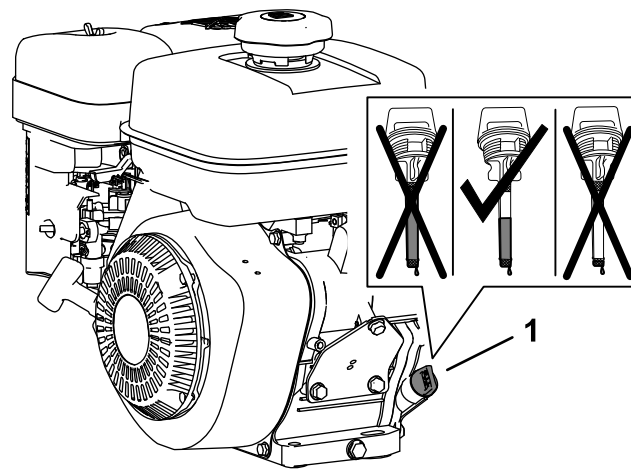

Figura 16
1. Retire a vareta do tubo de enchimento do motor e limpe-a com um pano limpo (Figura 16).
2. Despeje lentamente 0,6 litros do óleo especificado na caixa do cárter do motor através do tubo de enchimento (Figura 16).
Nota: O nível do óleo tem de cobrir entre as áreas marcadas na vareta (Figura 16)